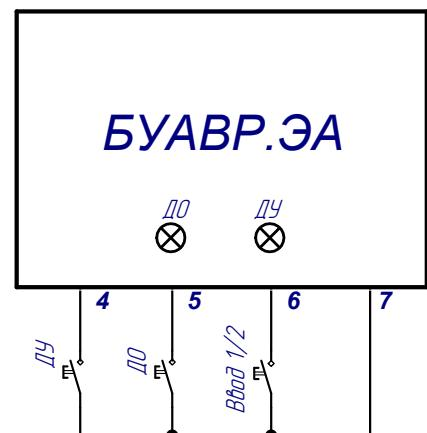

Рис. 3 Схема дистанционного управления.
- 4.12.2. Дискретный вход «ДО» работает только в режиме «Дистанционное управление» и используется для дистанционного отключения нагрузки от вводов 1 и 2. При замыкании входа на контакт «Общий» реле K1 и K2 отключаются. О состоянии входа «ДО» сигнализирует индикатор «ДО», рис.3.